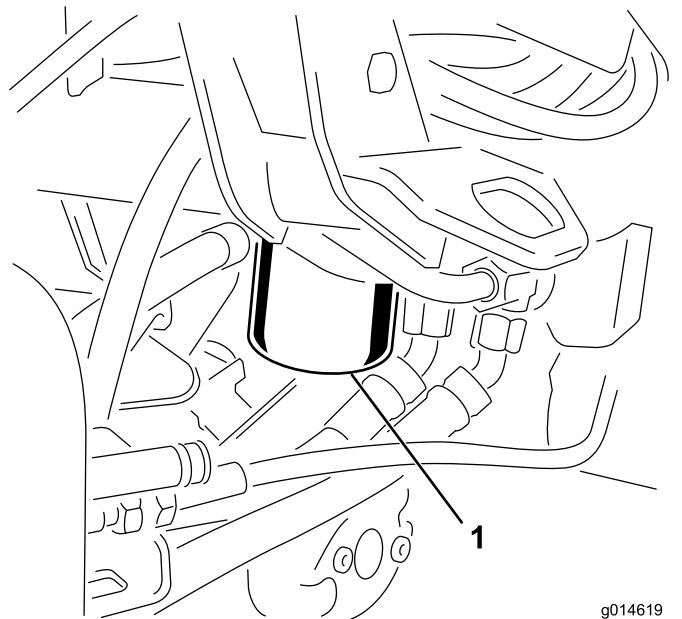

Figura 42
1. Limpie la zona de montaje del filtro (Figura 42). Coloque un recipiente debajo del filtro y retire el filtro.